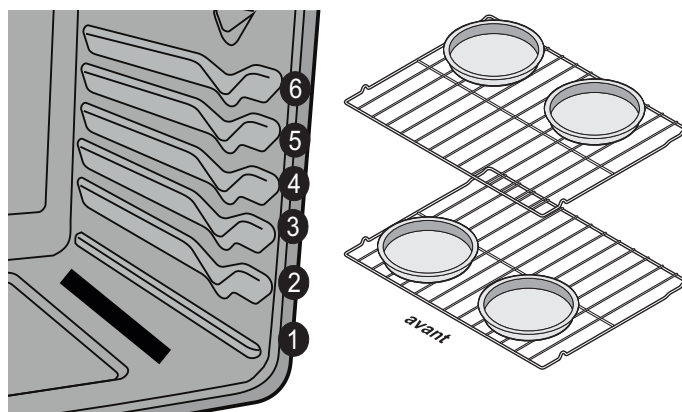

Figure 20 : Emplacement des grilles et des plats de cuisson
- Pour de meilleurs résultats lors de la cuisson des gâteaux ou des biscuits sur deux grilles, voir à les placer en position 3 et 5 et disposer les plats comme indiqué dans Figure 20.